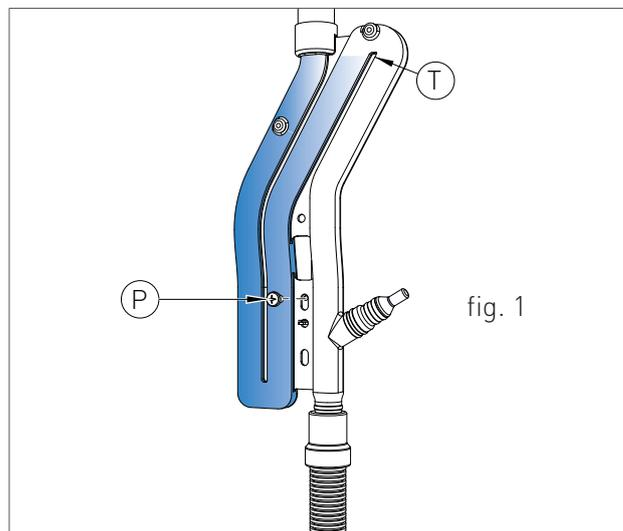

fig. 1
1. allentare leggermente il tappo della valvola jolly posizionata in alto sul blocco a condensazione per permettere all'aria di fuoriuscire dal punto più alto dell'impianto (1-fig.1);
3. collegare un tubo di gomma al rubinetto di scarico posizionato in alto al blocco condensazione e svitare in senso anti orario la valvolina (2-fig.1);
7. aprire le valvole di sfogo aria dei radiatori e controllare il processo di eliminazione di aria. **ALLA FUORIUSCITA DI ACQUA CHIUDERE LE VALVOLE DI SFOGO ARIA DEI RADIATORI E LA VALVOLA JOLLY POSIZIONATA IN ALTO AL BLOCCO A CONDENSAZIONE (1-fig.1).**
- › Svitare la vite "P" (fig. 1), estrarre il sifone e riempirlo con acqua fino al punto più alto "T" (fig. 1);